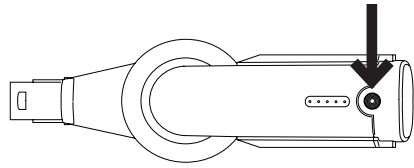

Fig.3
- El aspirador de mano está diseñado de tal forma que permite la inserción de los siguientes accesorios: (use la combinación que más se ajuste a sus necesidades). (Fig.3)